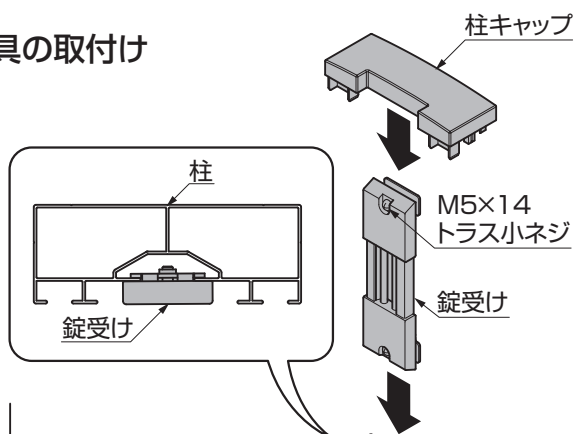
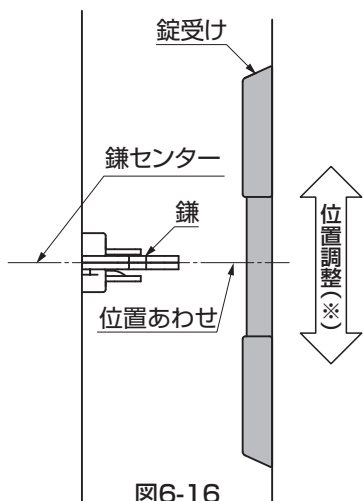

図6-15
図6-16
- ① 錠受けとネジ待ちを組付けてあるM5×14トラス小ネジをゆるめて、柱のスリット部分に上部から差込んでください。（図6-15参照）
- ② 本体鎌錠の鎌のセンターに位置を合わせながら（図6-16参照）、錠受けのネジをしっかりと固定してください。（図6-15参照）
- ③ 柱キャップを挿入してください。（図6-15参照）